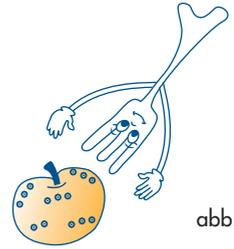

abb. 5
- 4) **Nahrungsmittel mit Haut oder Schale (zum Beispiel: Apfel, Kartoffeln, Würste, Fisch) sind vor dem Garvorgang mit einer Gabel an verschiedenen Stellen einzustechen, damit der Dampf austreten kann und die Haut bzw. Schale nicht platzt (Abb. 5).**